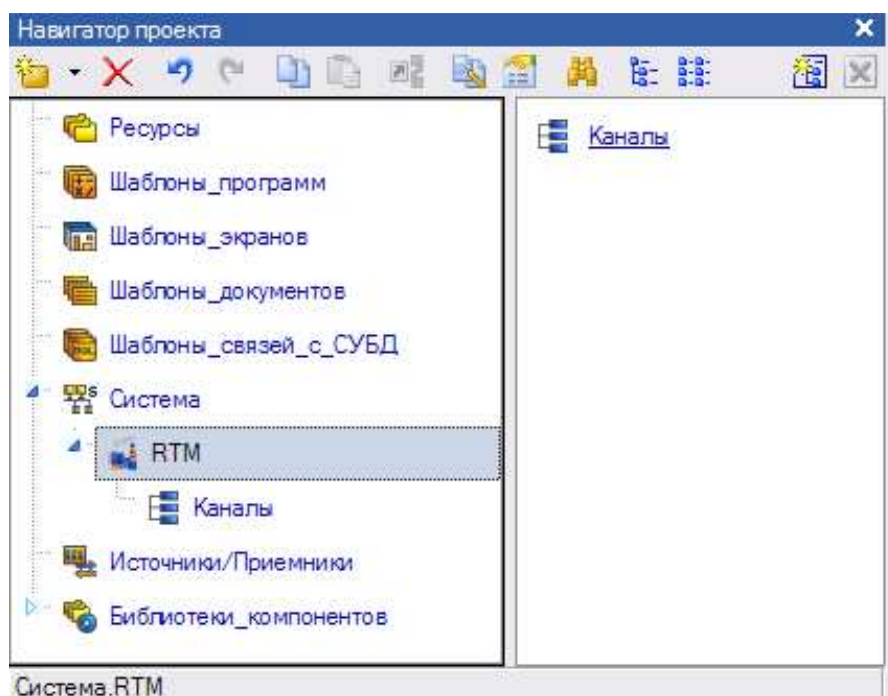

Рис. 3.9 Узел
Навигатор проекта в разделе *система* отобразит созданный узел. Выделите созданный узел **RTM** и щелкните левой клавишей мыши по нему. Появится возможность изменить имя узла. Пример созданного узла RTM изображен на рис. 3.9.
7. **Привязка созданного генератора.** Щелкните левой клавишей мыши по иконке . Откроется еще одно окно навигатора проекта. В левой части верхнего навигатора проекта выберите группу **каналы** RTM узла. В левой части нижнего навигатора проекта выберите группу **генераторы** группы **источники/приемники** (рис. 3.9). Нажмите левую клавишу мыши на созданном ранее генераторе. Не отпуская левой клавиши мыши, наведите